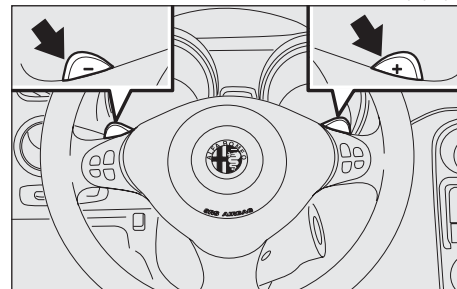

fig. 131
- les leviers au volant (**fig. 131**), à enfoncer seulement lorsque la vitesse de la voiture dépasse les 0,5 km/h.